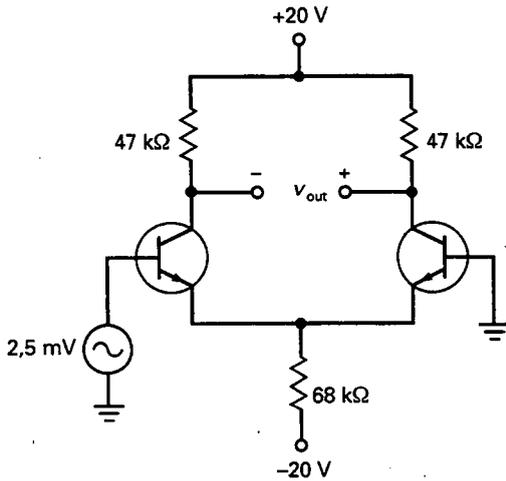

Figura 17-35
- 17-5. En la Figura 17-35, ¿cuál es la tensión alterna de salida? Si $\beta = 275$, ¿cuál es la impedancia de entrada del amplificador diferencial? Utilice la aproximación ideal para obtener la corriente de polarización?
- 17-17. Una persona construye el amplificador diferencial de la Figura 17-35 sin las resistencias de base de tal forma que éstas quedan al aire. ¿A qué es igual la tensión de salida? Basándose en la respuesta anterior, ¿qué es lo que cualquier amplificador diferencial necesita para funcionar adecuadamente?